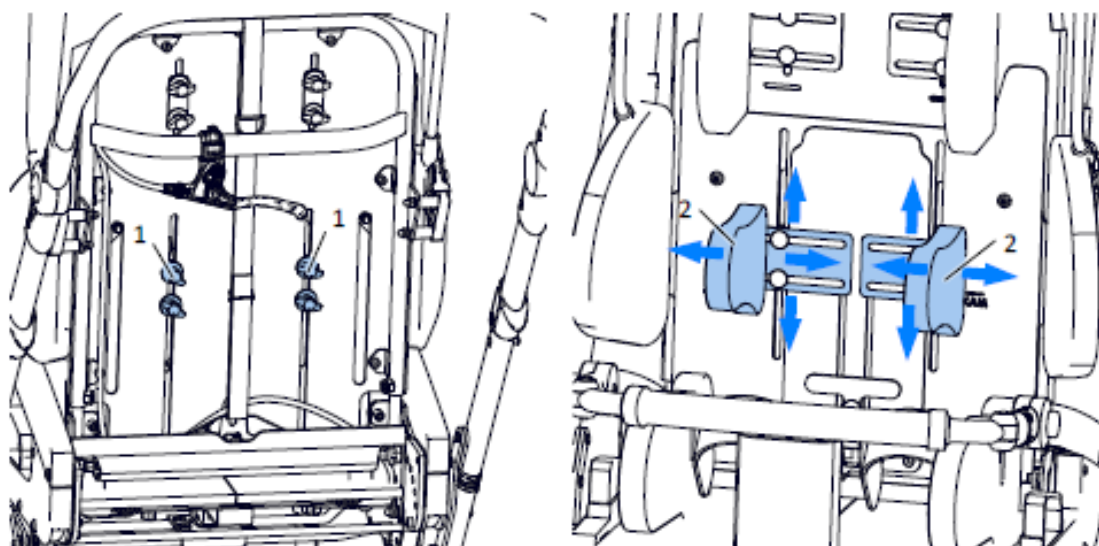

Fig. 18
Per regolare la posizione degli stabilizzatori toracici (2), allentare le manopole(1) Fig. 18, quindi regolare la posizione degli stabilizzatori toracici (2). Dopo aver regolato la posizione desiderata degli stabilizzatori, serrare le manopole (1), bloccando il movimento degli stabilizzatori. La posizione degli stabilizzatori destro e sinistro è indipendente, e può essere regolata separatamente.